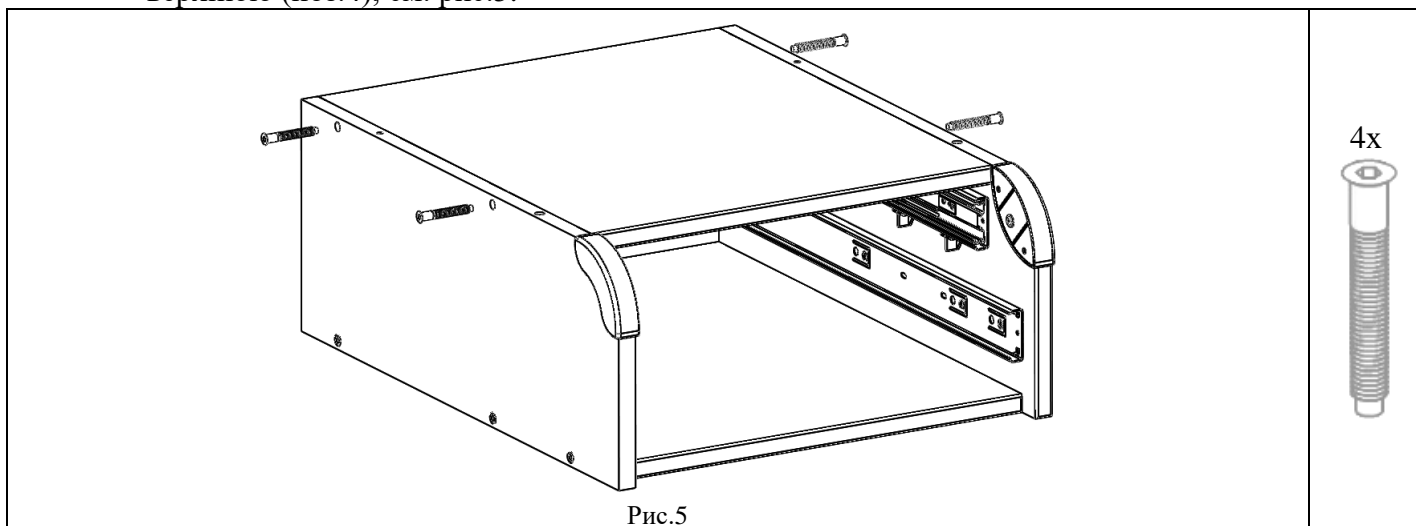

Рис.5
4.1.6. К сборке по п. 4.1.5. прикрутить с помощью винтов конфирмат (поз. 2, пакет № 138а) плиту верхнюю (поз.4), см. рис.5.